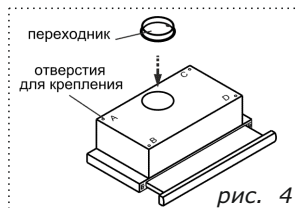
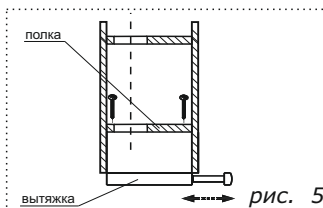

рис. 4
рис. 5
- 6.1 Установите пластиковый переходник и зафиксируйте его защелками (рис. 4).
- 6.3 Крепление кухонной вытяжки к верхней полке над плитой (рис. 4, рис. 5):
- вырежьте дополнительное отверстие в полке шкафа (рис. 5) для воздуховода при работе в режиме «вытяжка» и для свободного прохождения воздуха при работе в режиме «рециркуляция»;
- снимите алюминиевый фильтр (рис. 4);